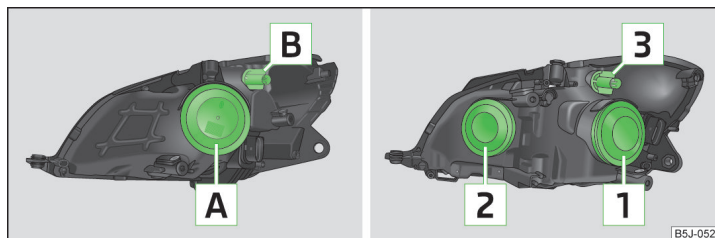

Fig. 157 Dispunerea becurilor: Faruri cu halogen/Proiectoare cu halogen
- Scoateți capacul din cauciuc **A** » fig. 157 la pagina 174.
- Detașați capacul din cauciuc **1** » fig. 157 la pagina 174.
- Detașați capacul din cauciuc **2** » fig. 157 la pagina 174.
- Rotiți soclul **B** » fig. 157 la pagina 174, resp. soclul **3** până la limită în sens anti-orar, și extrageți-l, împreună cu becul pentru lumina de semnalizare.
- Scoateți capacul din cauciuc **A** » fig. 157 la pagina 174, resp. **2**.